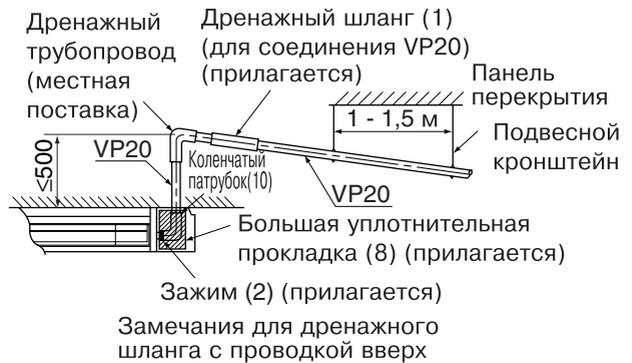
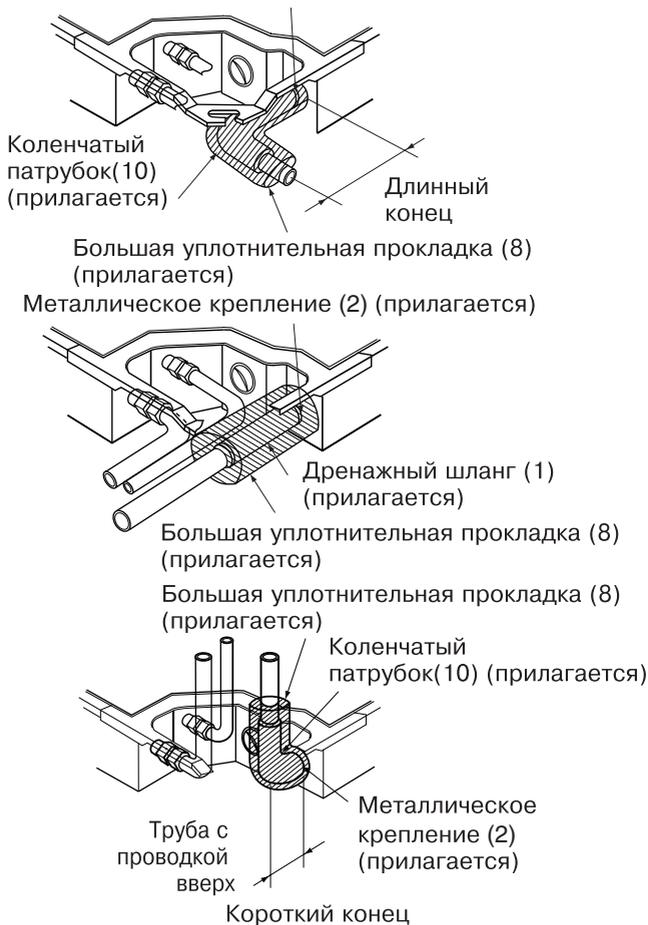

Рис. 26
Рис. 28
7-1 Сборка дренажного трубопровода (См. рис. 26)
- Во избежание провисания дренажного шланга обеспечивайте зазор между подвесными проводами через каждые 1 – 1,5 м. (См. Рис. 26)
- Используйте только поставляемый дренажный шланг (1), (для дренажной трубы с проводкой справа) или коленчатый патрубок (10) (для дренажной трубы с проводкой справа) и металлическое крепление (2).
- Поместите дренажный шланг (1) или коленчатый патрубок (10) на дренажный трубопровод до горловины и надежно закрепите металлическое крепление (2).
- Затягивайте металлическое крепление (2) до тех пор, пока головка винта не приблизится к шлангу на расстояние в менее чем 4 мм.
- Заизолируйте металлическое крепление (2) и дренажный шланг или коленчатый патрубок (10) с помощью поставляемой уплотнительной прокладки (8). (См. Рис. 28)